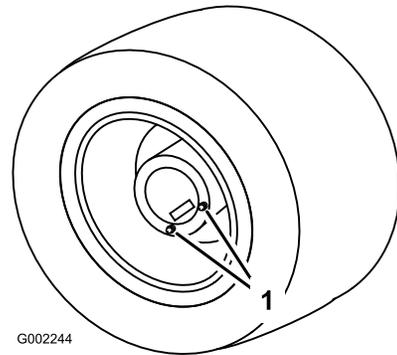

图80
1. 将打药车停放在水平地面上，使后轮置于排油位置（图80）。
3. 在排油塞下面放置一个排油盘，然后从车轮上拔下排油塞（图80）。